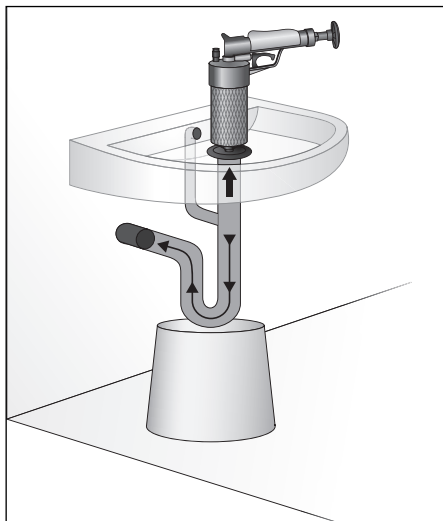

Bild 6
6. Dra ut proppen och sätt apparaten på avloppet så som visas på bild 6.